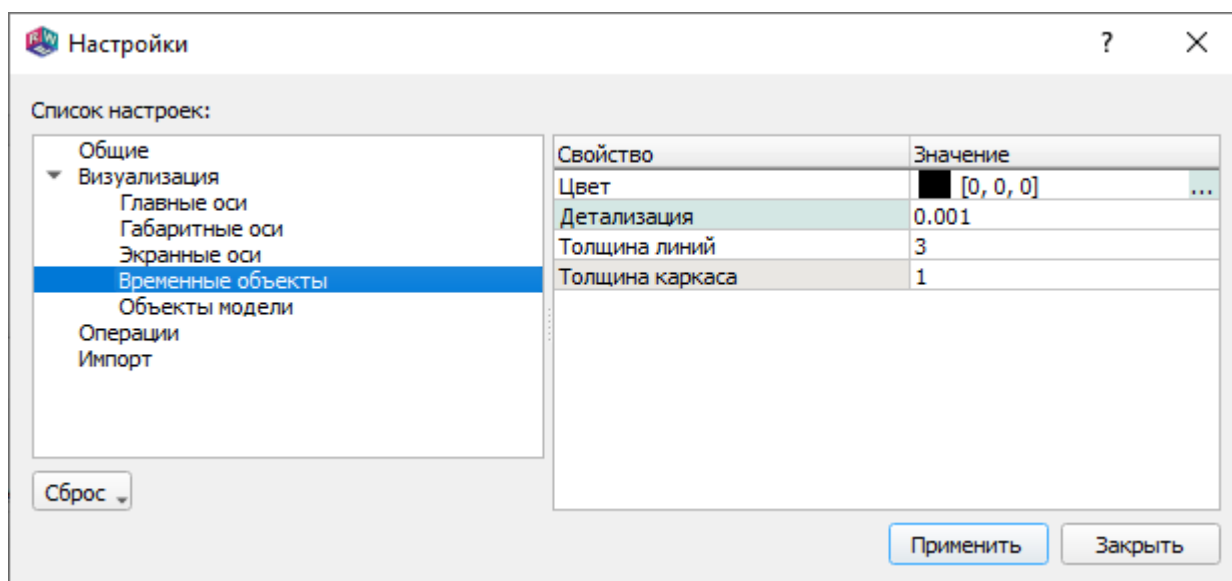

Рис. 197
17.3.5.1. Вид страницы настроек временных объектов показан на рис. 197.